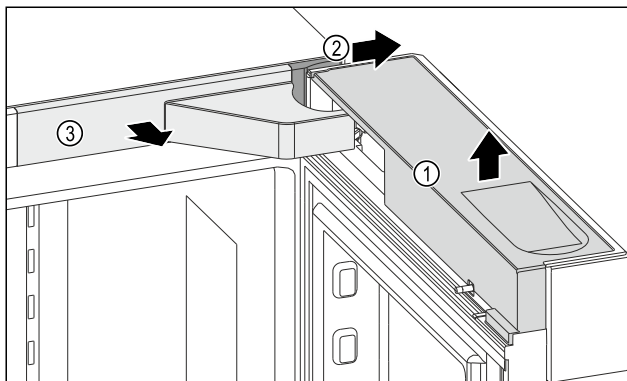

Fig. 10
- Afdekking Fig. 10 (1) wegnemen.
- Afdekking Fig. 10 (2) wegnemen.
- Afdekking Fig. 10 (3) wegnemen.